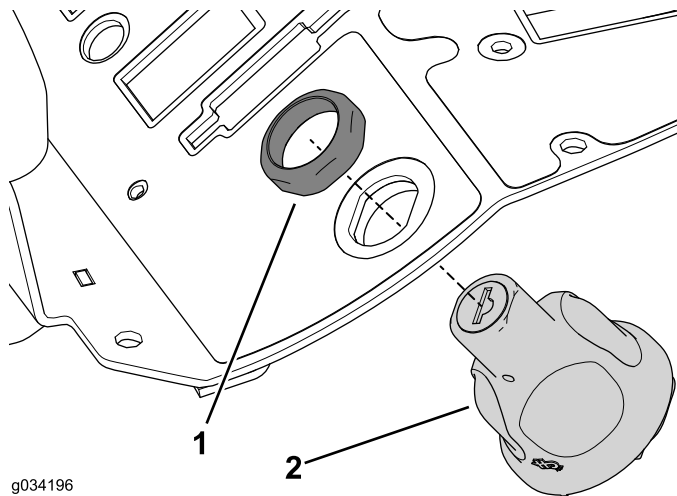

図 28
3. イグニッションスイッチをコンソールアセンブリに固定する先ほど外したリテーナナットを使う 図 28。